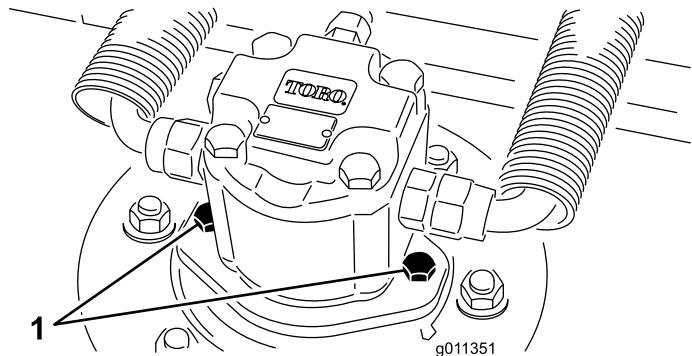

Figure 10
2. Débranchez et déposez le moteur hydraulique du plateau de coupe (Figure 10). Couvrez le dessus de l'axe pour éviter toute contamination.
4. Montez le moteur hydraulique sur le plateau de coupe (Figure 10). Vérifiez que le joint torique est en place et en bon état.